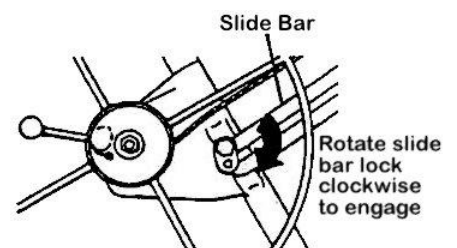

Figure 5
5. Обережно потягніть лебідку назад до рами, призведе до автоматичного блокування напрямної, що утримуватиме лебідку в її максимально висунутому положенні (Рис. 5).